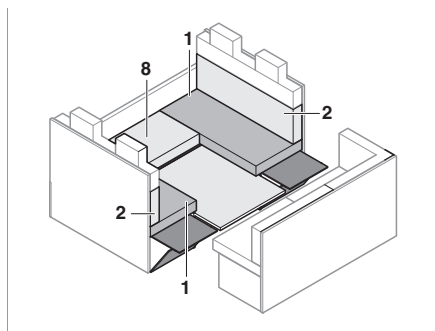

Fig. 155 Pendant la transformation
- Enlever le coussin d'assise (Fig. 155,8) et le soubassement.